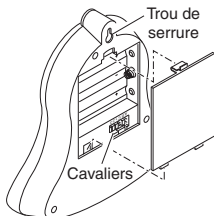

Figure 3
- Le carillon peut être installé au mur en se servant de l'orifice à l'arrière du boîtier (voir la Figure 3). Utilisez une vis et, au besoin, un ancrage pour fixer la vis de montage au mur. Laissez un espace d'environ 1/8 po (3,2 mm) entre le mur et la tête de la vis, puis placez le carillon sur la vis.